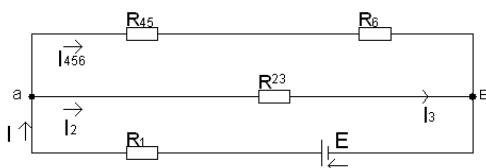

рис. 2
- 2.3. Эквивалентный резистор для последовательно соединенных R_{45} и R_6 (рис.2):
2.4. Эквивалентный резистор для параллельно соединенных (рис.2) резисторов R_{456} и R_{23} :
4.3. Токи резисторов R_2 и R_3 (схема рис. 2)
4.4. Ток через резистор R_{456} (схема рис. 2)